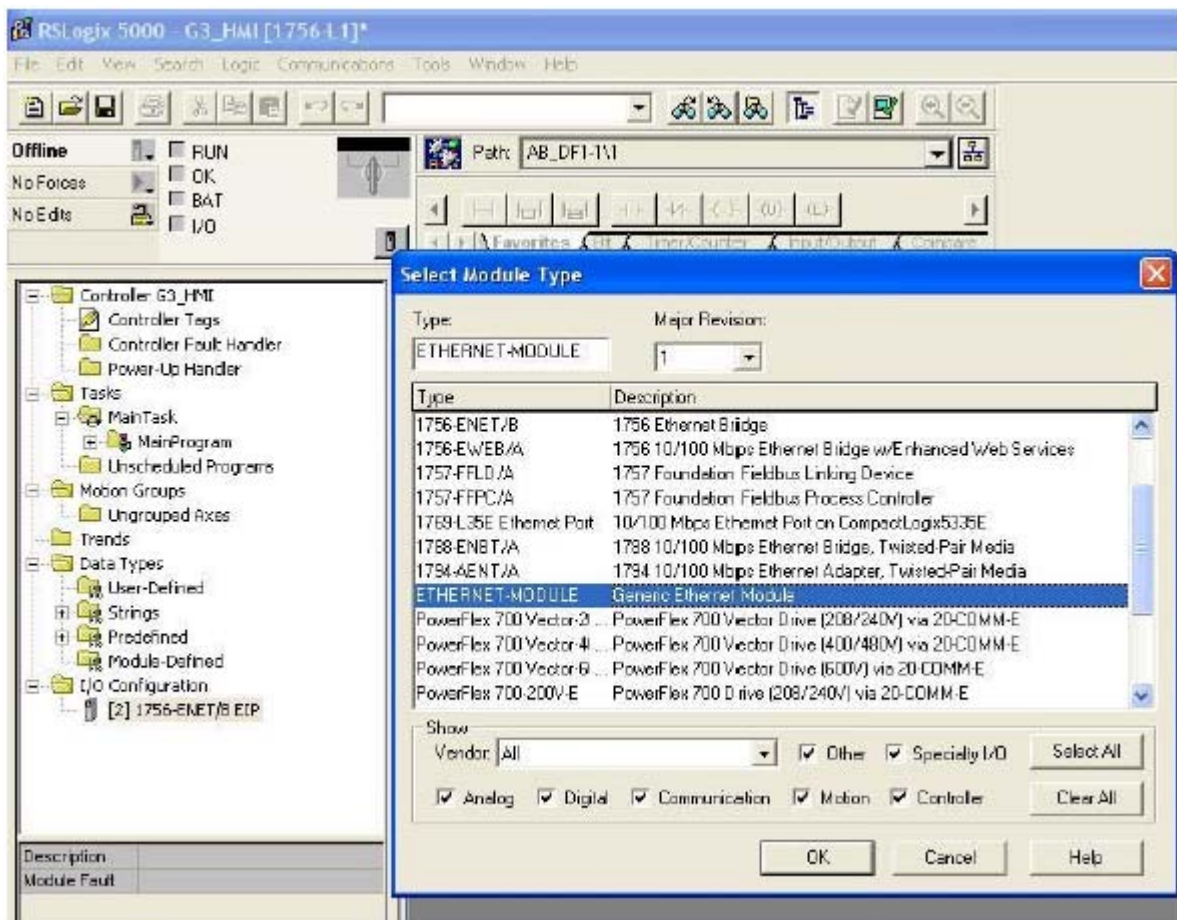

FIG.72. Selezione del modulo Ethernet
- c. Nella finestra Select Module Type, scegliere Generic Ethernet Module. Vedere la FIG.72.